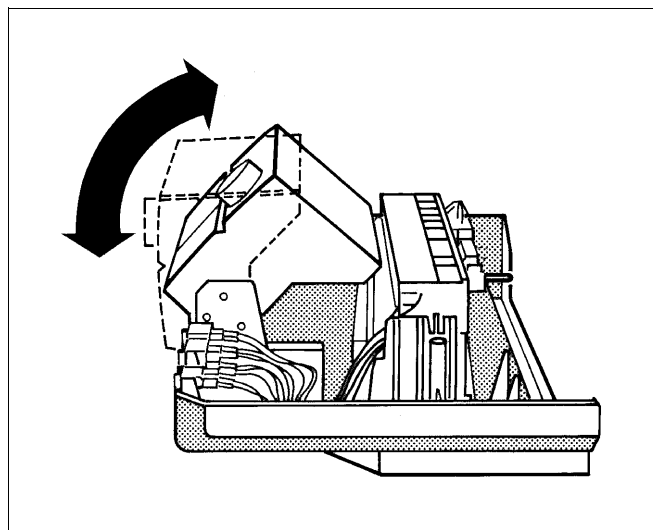

Рис. 19 Наклон панели индикации
- Установите панель индикации в удобное положение (рис. 19).